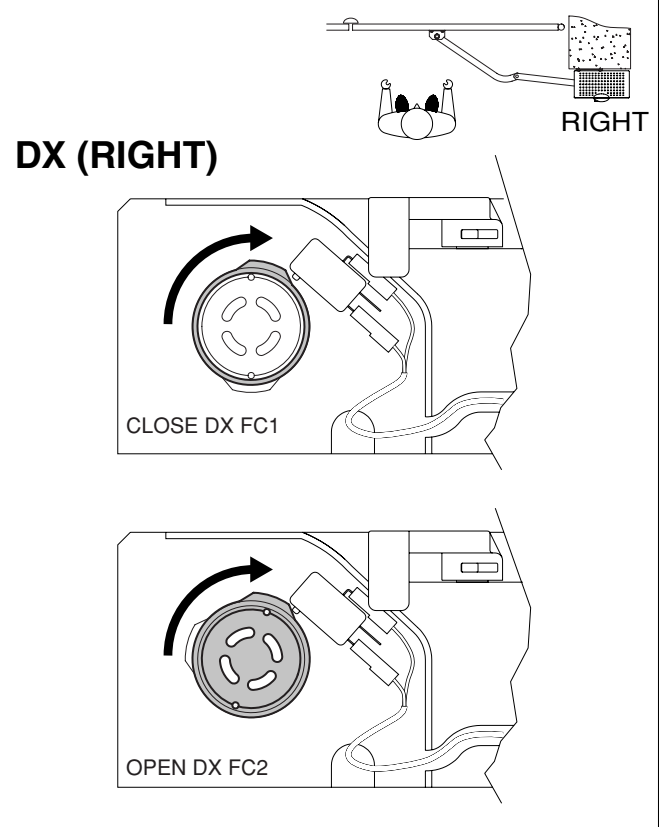

Fig. 15
10) MANOVRA DI EMERGENZA (Fig.15)